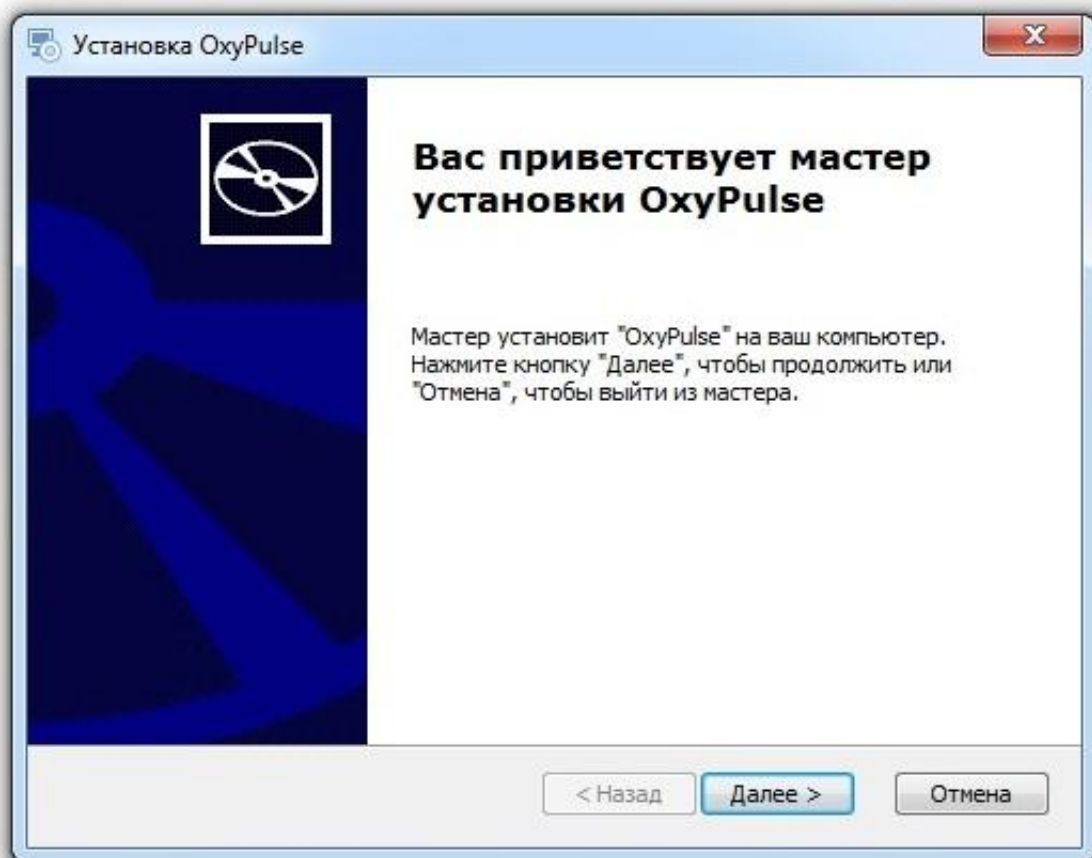

Рисунок 3.3 – Программа установки. Окно приветствия
3.4.3.1 Для установки ПО служит утилита «OxyPulse x.y.z.exe», запуск которой позволяет в интерактивном режиме выполнить установку необходимых компонент ПО (рисунок 3.3).
3.4.3.2 Для начала установки ПО нажмите двойным кликом мыши на установочный файл. Появится окно приветствия (рисунок 3.3). Нажать кнопку «Далее».